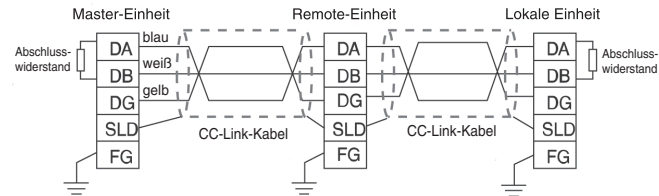

Abb. 2
- Zwischen "DA" und "DB" an beiden Enden des CC-Link-Systems muss ein Abschlusswiderstand angeschlossen werden (siehe Abb. 2). Dazu ein Kabel mit der gleichen Spezifikation wie ein CC-Link-Kabel verwenden. Bei Verwendung eines anderen Kabels kann keine fehlerfreie Datenübertragung gewährleistet werden.